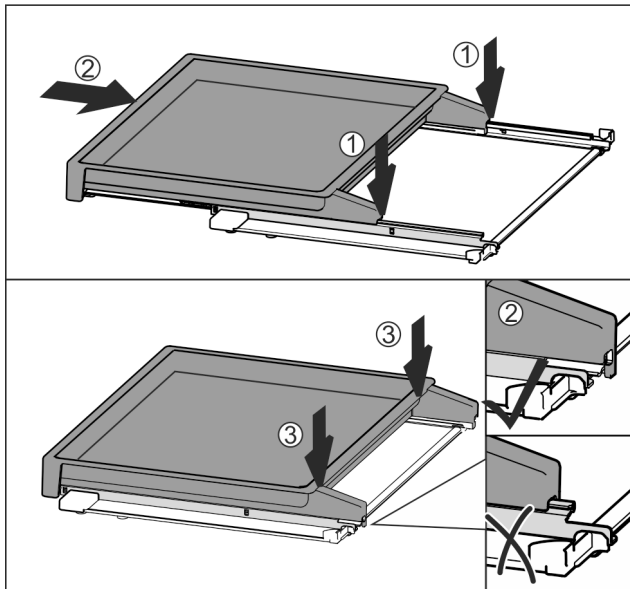

Fig. 97
- ▶ Colóquelo centrado sobre los rieles Fig. 97 (1).
- ▶ Introduzca por completo el estante extraíble Fig. 97 (2).
- ▶ Presione en el lado trasero hasta que encaje de forma perceptible Fig. 97 (3).